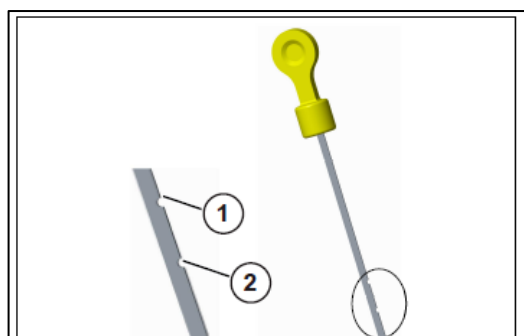

Fig. 280 – MAXIMUM- EN MINIMUMNIVEAU
Controleer het peil van transmissie- en hydraulische olie elke 50 uur. Het oliepeil moet zich tussen de maximum- (2) en minimummarkering (1) op de peilstok bevinden (zie Fig. 280).
8. Controleer het oliepeil met de peilstok (zie Fig. 280) en zorg dat het op de maximumstreep staat.